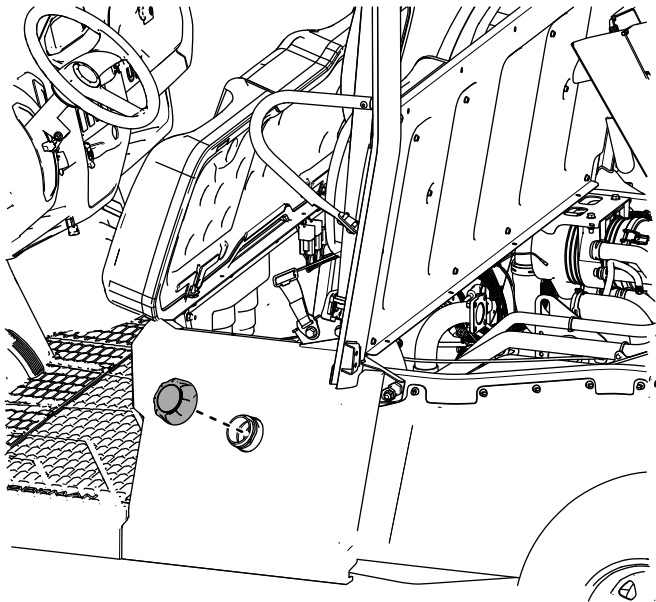

Figura 29
24. Instale el tapón del depósito de combustible en el panel de la base de asiento izquierdo (Figura 29)